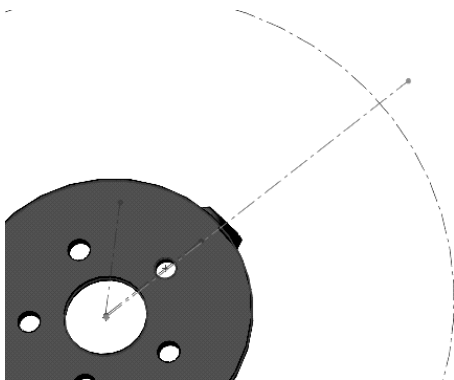

图 12-30 绘制草图并标注尺寸 5
8) 单击【特征管理器设计树】中的【前视基准面】图标，使其成为草图绘制平面。单击【标准视图】工具栏中的（正视于）按钮，并单击【草图】工具栏中的（草图绘制）按钮，进入草图绘制状态。使用【草图】工具栏中的（直线），绘制如图 12-30 所示的草图。单击（退出草图）按钮，退出草图绘制状态。